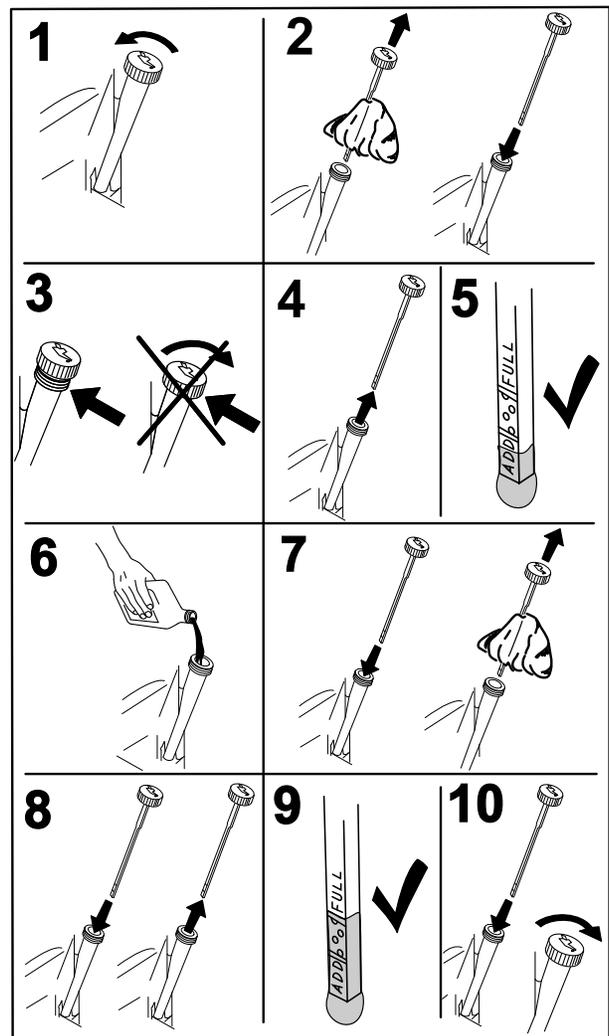

Figure 38
2. Avant de quitter la position de conduite, coupez le moteur, enlevez la clé de contact et attendez l'arrêt complet de toutes les pièces mobiles (Figure 38).